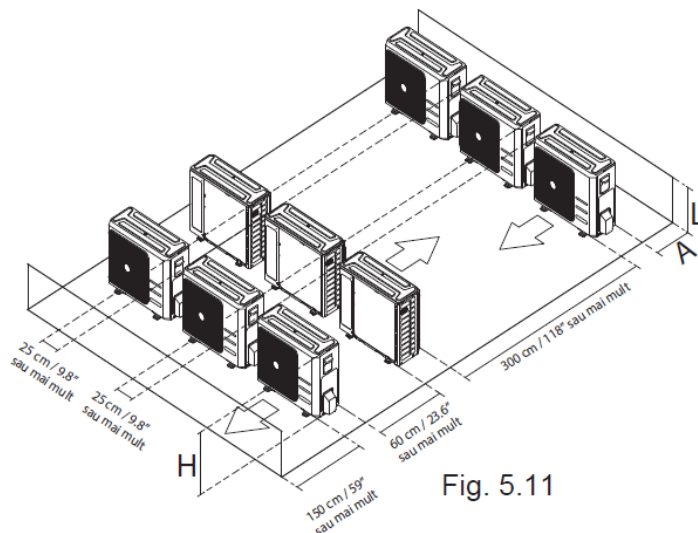

**Fig. 5.10**
**NOTA:** Distanța minimă dintre unitatea de exterior și pereți descrisă în ghidul de instalare nu se aplică încăperilor etanșe. Asigurați-vă că unitatea nu este obstrucționată în cel puțin două din cele trei direcții (M, N, P) (consultați Fig. 5.10)